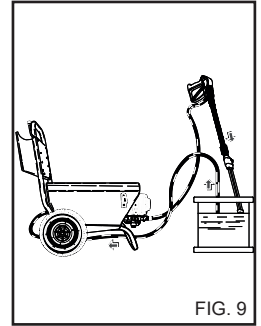

FIG. 9
- 1) Después del uso con detergente, aclarar el circuito de aspiración; introducir el tubo de aspiración del detergente (fig. 9) en un bidón de agua limpia y hacer funcionar la bomba durante 1 minuto con el grifo de dosificación completamente abierto y la lanza en fase de suministro de detergente.
4) Después del uso con detergente, aclarar el circuito de aspiración, introducir el tubo de aspiración (fig. 9) del detergente en un bidón de agua limpia y hacer funcionar la bomba durante 1 minuto y la lanza en fase de suministro del detergente.